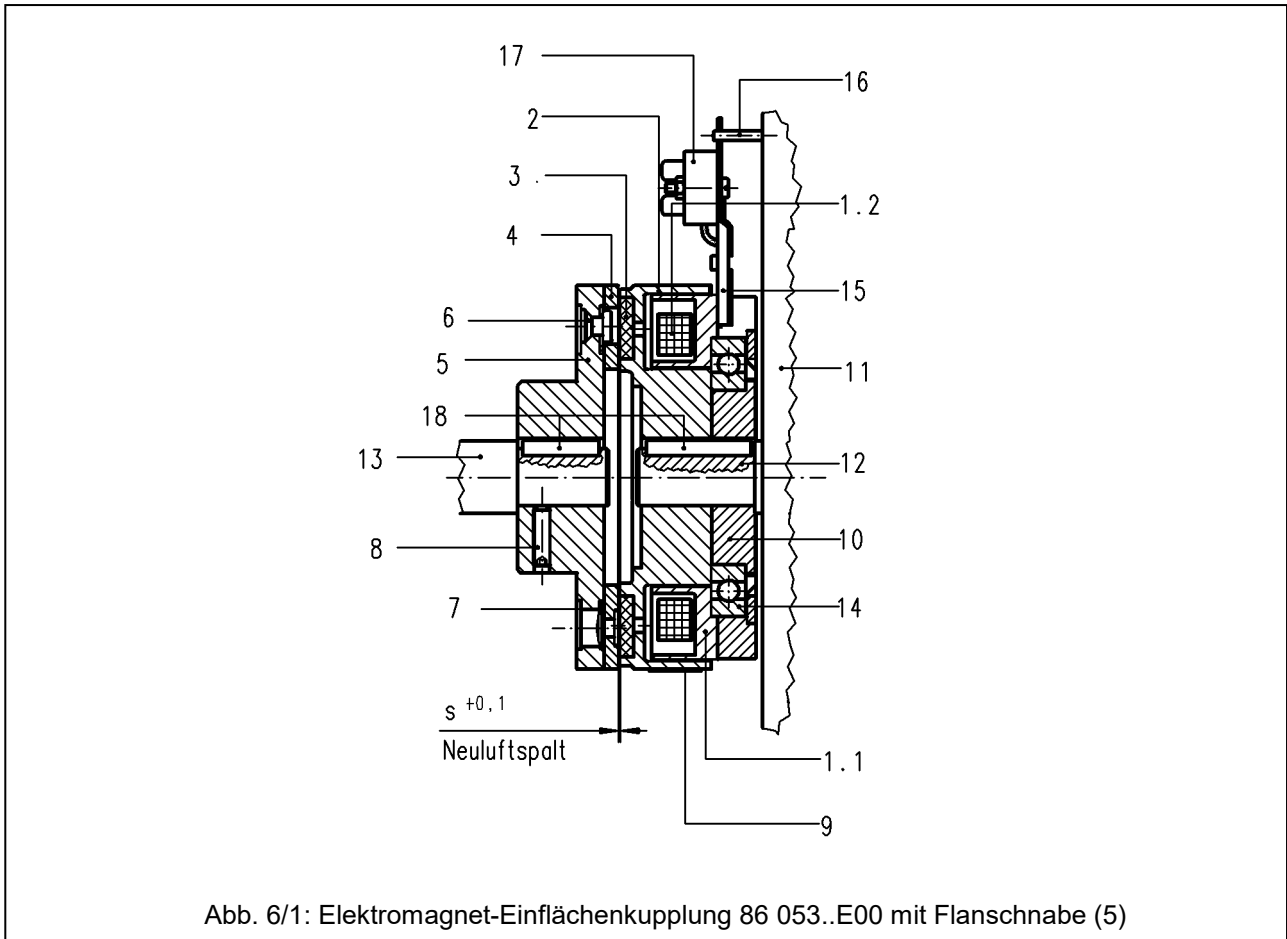

Abb. 6/1: Elektromagnet-Einflächenkupplung 86 053..E00 mit Flanschnabe (5)
Bezugszeichenliste zur Abb. 6/1:
Die Buchse (10) mit Magnetgehäuses (1.1) und Erregerwicklung (1.2) wird auf die mit einer Passfeder (18) versehene Antriebswelle (12) der Maschine gepresst. Der Magnetkörper (2) wird anschließend soweit auf die Antriebswelle (12) aufgedrückt und axial gesichert, bis die Stirnfläche des Magnetkörpers (2) direkt am Innenring des Rillenkugellagers (14) anliegt. Bei gleichförmiger Belastung ist die Antriebswelle (12) mit einer Toleranz j6, bei ungleichförmiger Belastung mit k6 zu fertigen. Das Magnetgehäuse (1.1) ist über den Haltearm (15) mit einem Passstift (16) (siehe Abb. 6/1) gegen Verdrehen zu sichern.